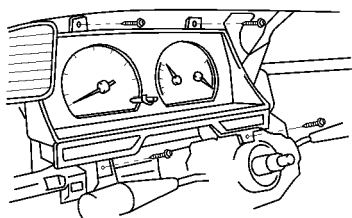

图 17-117 拆下组合仪表
(12) 拆下组合仪表。拆下 4 个螺钉，脱开接插件，按压车速表传动软轴的棘爪，向上拉软轴，拆下组合仪表，如图 17-117 所示。